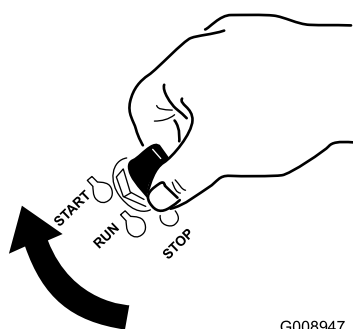

Figura 18
1. Rode a chave da ignição para a posição START (Figura 18).